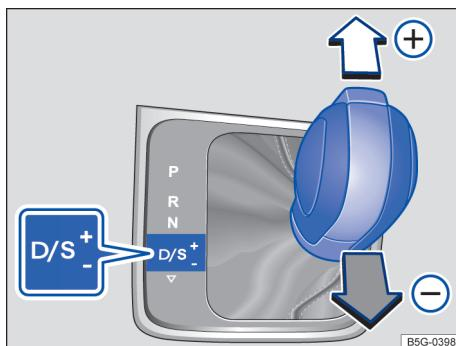

Fig. 96 Alavanca seletora na posição Tiptronic.
- Mover a alavanca seletora para frente **(+)** ou para trás **(-)**, para aumentar ou diminuir a marcha → Fig. 96.